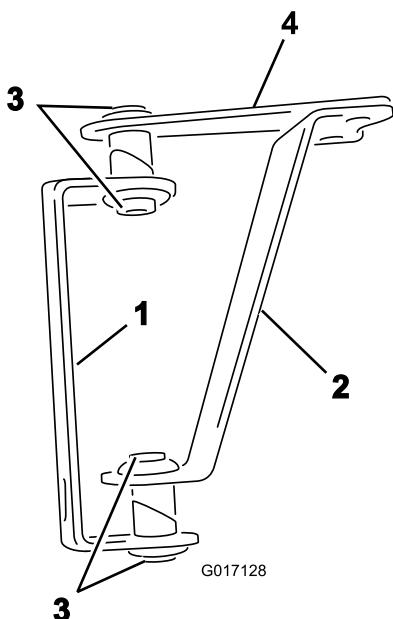
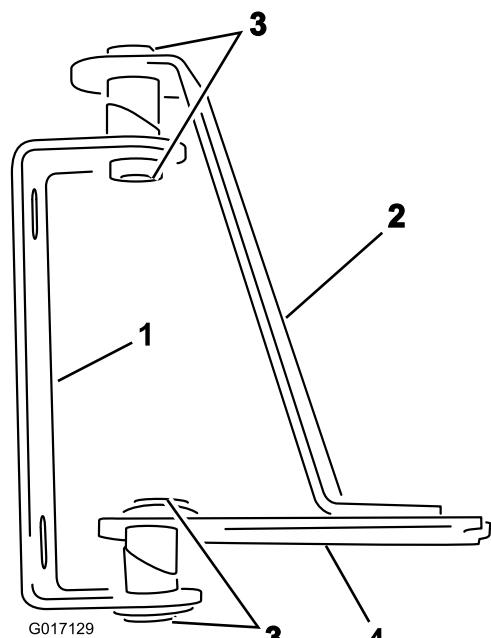

Bild 2
Bild 3
1. Arrangieren Sie die Scharniere und Riemen, wie in Bild 2 (für einen nicht abgedeckten Ausleger) oder in Bild 3 (für einen abgedeckten Ausleger) dargestellt.
2. Setzen Sie die Büchsen in die Öffnungen in den Scharnieren des geschweißten Rohrs und den Riemens ein, wie in Bild 2 oder Bild 3 dargestellt.